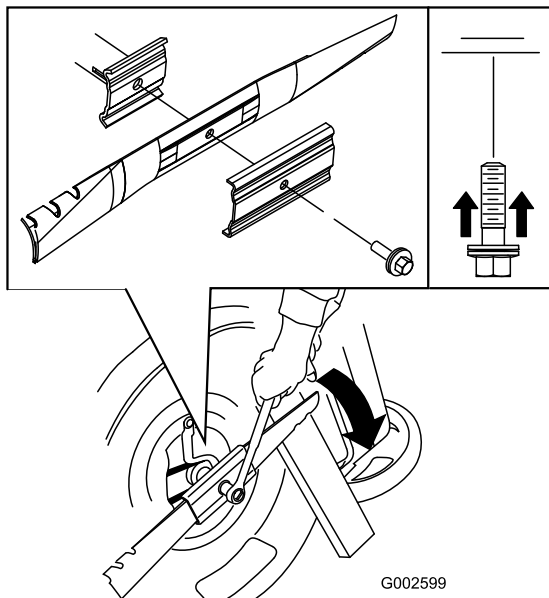

Figura 25
5. Montate la lama nuova (ruotate il bullone della lama in senso orario) e tutti gli elementi di fissaggio (Figura 25).